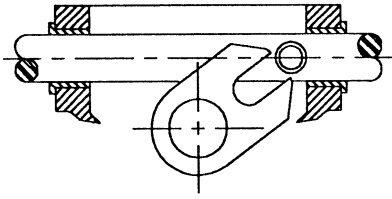
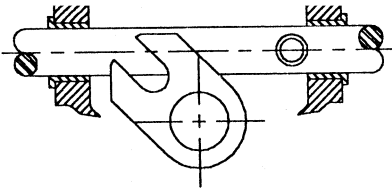

Figura 5
Figura 6
- D. Remova a chapa de características (18), ponteira (16) e indicador de posição (13).
- E. Retire a forquilha (2) do rolamento de rolos cilíndricos, puxando a biela no sentido da extremidade direita, como exemplificado na FIGURA 5 e oscile de modo claro o mecanismo da forquilha sem os rolamentos de rolos cilíndricos, como se ilustra na FIGURA 6.